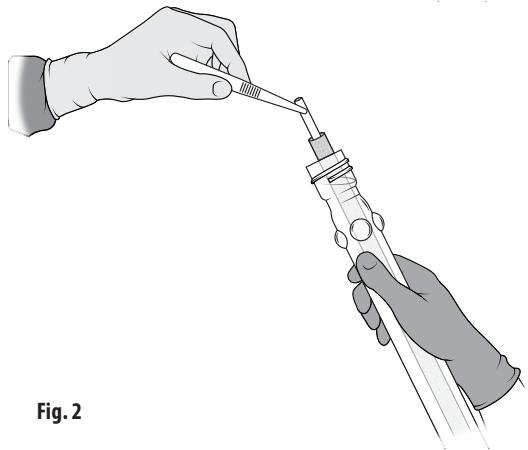

Fig. 2
4. El mandril flotará por encima de la abertura del tubo. Retire asépticamente la prótesis del tubo agarrando el extremo del mandril y levantándolo suavemente para retirarlo del tubo. Fig. 2. No permita que la prótesis toque el borde superior externo del tubo. La "T" en la parte inferior del mandril evitara que la prótesis se deslice fuera del mandril.